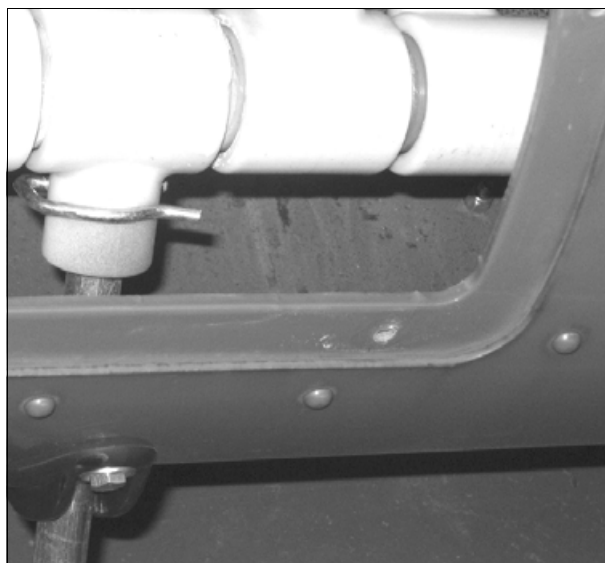

Рис. 12.
**ВАЖНО:** При установке подшипников чека должна находиться в положении, показанном на (рис. 12) (вид жатки спереди, через смотровое отверстие). Таким образом, чека будет фиксировать задний край подшипника, на который приходится максимальная нагрузка при наличии скошенной культуры в жатке. При максимальной нагрузке на грабельные пальцы происходит небольшая деформация пластмассовых подшипников. Если чека будет расположена на переднем крае, то грабельные пальцы могут выйти из подшипников.